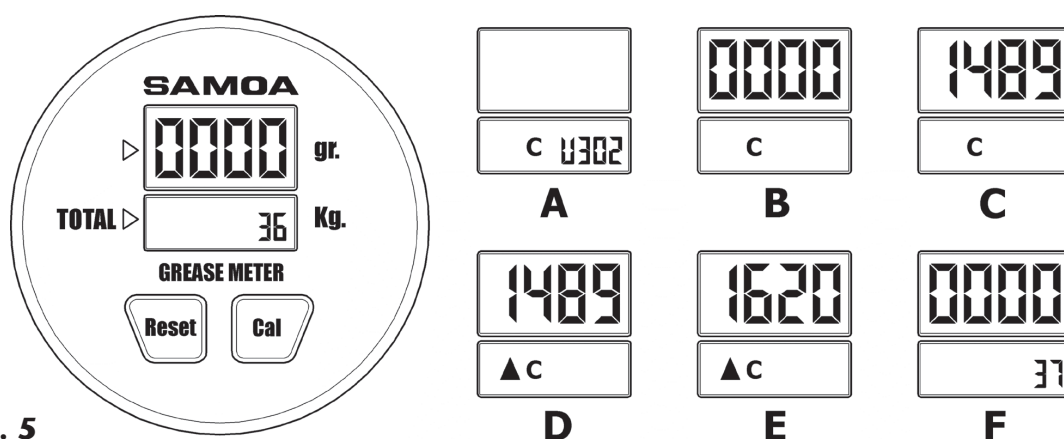

Fig. 5
1. Retire os 8 parafusos (1, fig. 5) e a tampa (3) na parte de trás do medidor.
2. Retirar as engrenagens ovais (6).